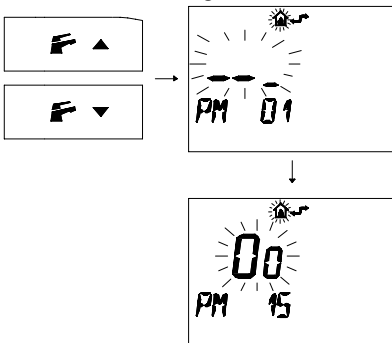

fig. 5.26
- 3 Premere i pulsanti **F** ▲ o **F** ▼ per visualizzare la programmazione "PM 15" abilitazione della sonda esterna fig. 5.26